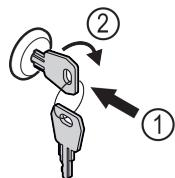

Fig. 105
- Вдавити ключ Fig. 105 (1).
- Повернути ключ на 90° за годинниковою стрілкою Fig. 105 (2).